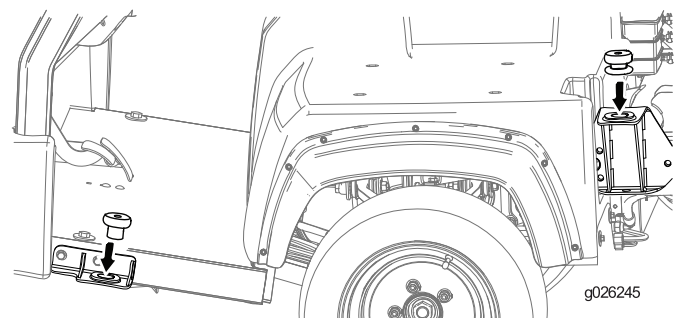

図 23
5. 図 23 に示すように、4 つのゴム製アイソレータマウスを取り付ける。